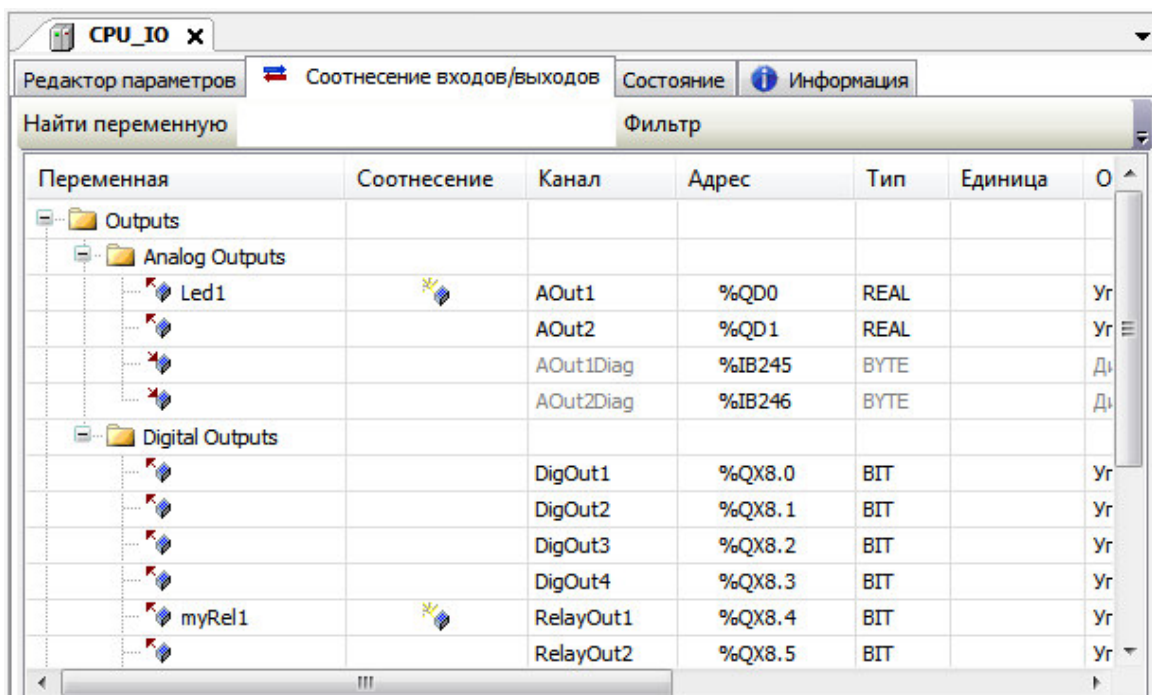

Рисунок 3.8 – CoDeSys. Закладка *Соотнесение входов/выходов*
6. В столбце *Переменная* (нажав на ячейке двойным щелчком левой кнопки «мыши») ввести имена переменных в соответствии с описанием (рисунок 3.8):